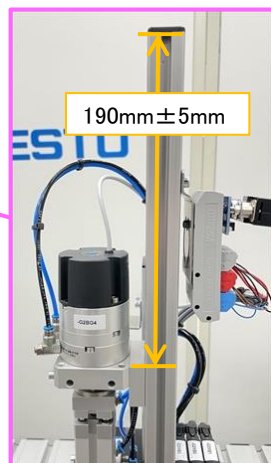

図 6
- (9) サービスユニットのソケットエルボをロータリ・リフティングモジュールのマニホールドコネクタ(下側)に移設する。サービスユニットからソケットエルボ間の配管(φ6)および束線を行う。
- (10) メジャリングテーブルを移設する。ロータリ・リフティングモジュールのグリッパがメジャリングテーブル上のワークを把持可能なようにストップ調整を行う。(可動範囲を180度にする)グリッパの動作中にメジャリングテーブルにエアチューブが干渉しないこと。ポジションセンサの再ティーチングは第14回若年者大会改造仕様書を参照する。(図6、図8、表2参照)